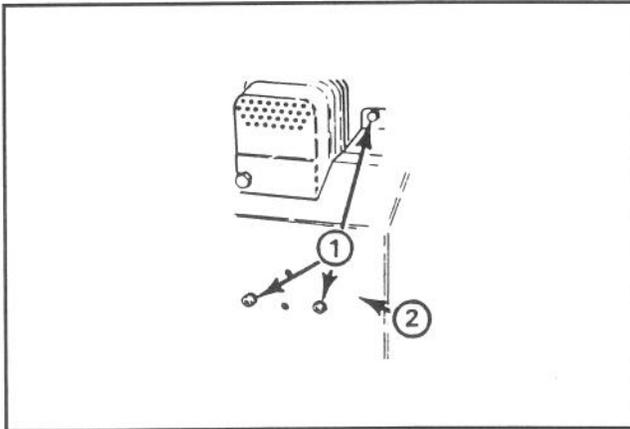

Abbildung 17
**Anmerkung:** Wird der Motor bei über +4 °C oder einer höheren Temperatur betrieben, muß der Vergaservorwärmkasten abgenommen werden (Abb. 17); bei Temperaturen unter +4 °C muß er jedoch am Gerät bleiben. Abnehmen des Vorwärmekastens: